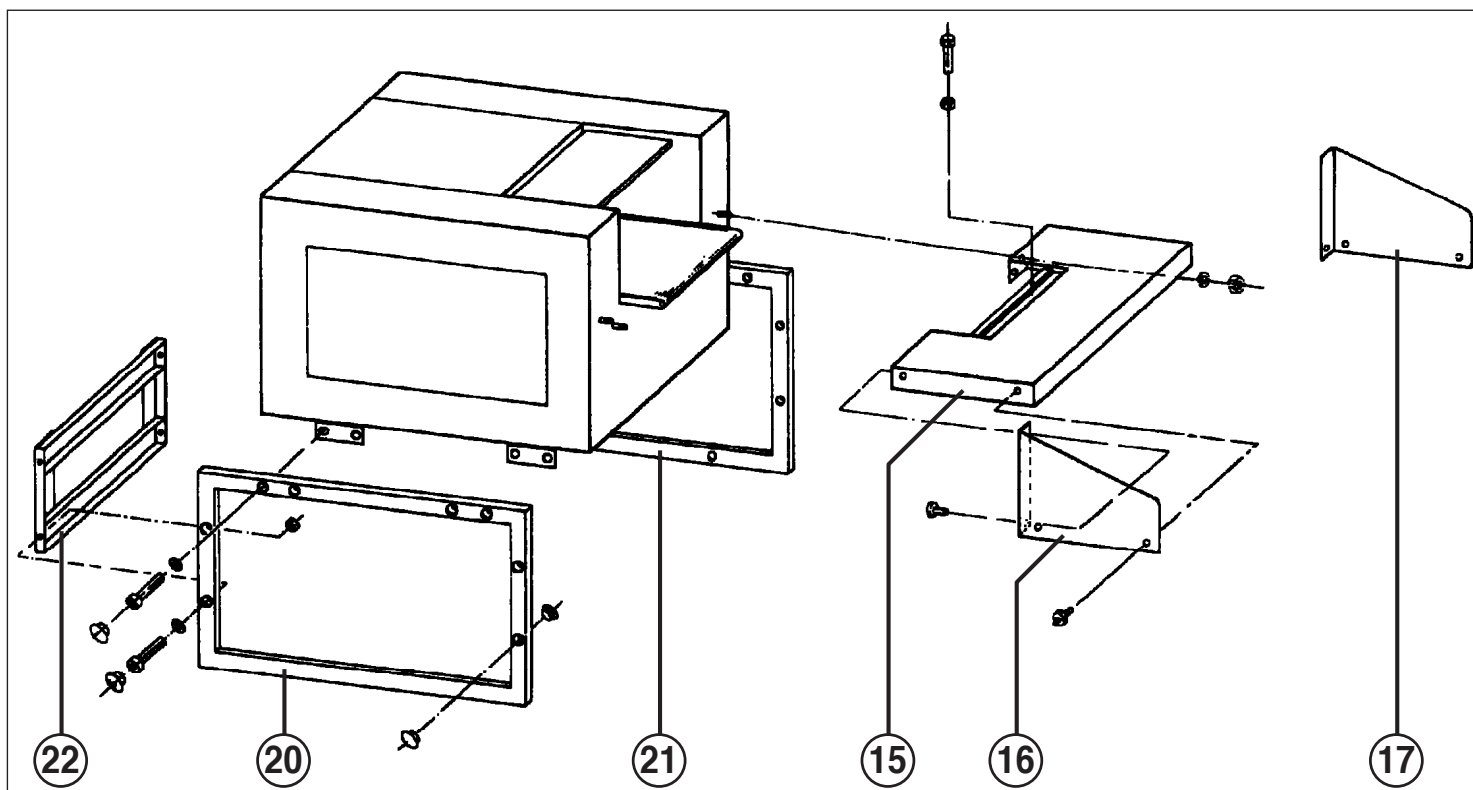

Fig. 1
- 15 = Tavolo (fig. 1)
- 16 = Squadretta di protezione a sinistra (fig. 1)
- 17 = Squadretta di protezione a destra (fig. 1)
- 20 = Telaio sinistro (fig. 1)
- 21 = Telaio destro (fig. 1)
- 22 = Lamiera intermedia (fig. 1)
MONTAGGIO DEL SOTTOTELAIO (fig. 1 e 2):
MONTAGGIO DEL TAVOLO (15) (fig. 1):
4. Infilare il cavo di alimentazione corrente del listello di arresto d'emergenza (14) attraverso il passacavo nella parete laterale sinistra della cassa e attraverso l'avvitamento cavi in basso, dopodiché collegare il trefolo blu con il morsetto 20 e il trefolo marrone con il morsetto 19.
SQUADRETTA DI PROTEZIONE (fig. 1):